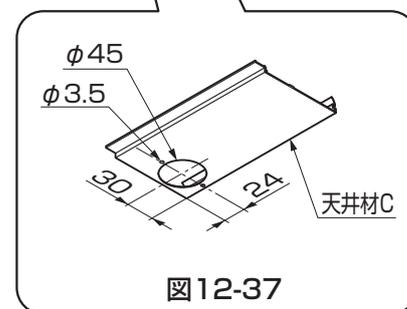

図12-37
- ②アタッチメントパッキンを雨樋アタッチメントに貼付けて樋に【6-1】で取付けてください。
- ③天井材Cにφ45の穴を現場加工してください。（図12-37参照）
- ④天井材Cを取付けてください。